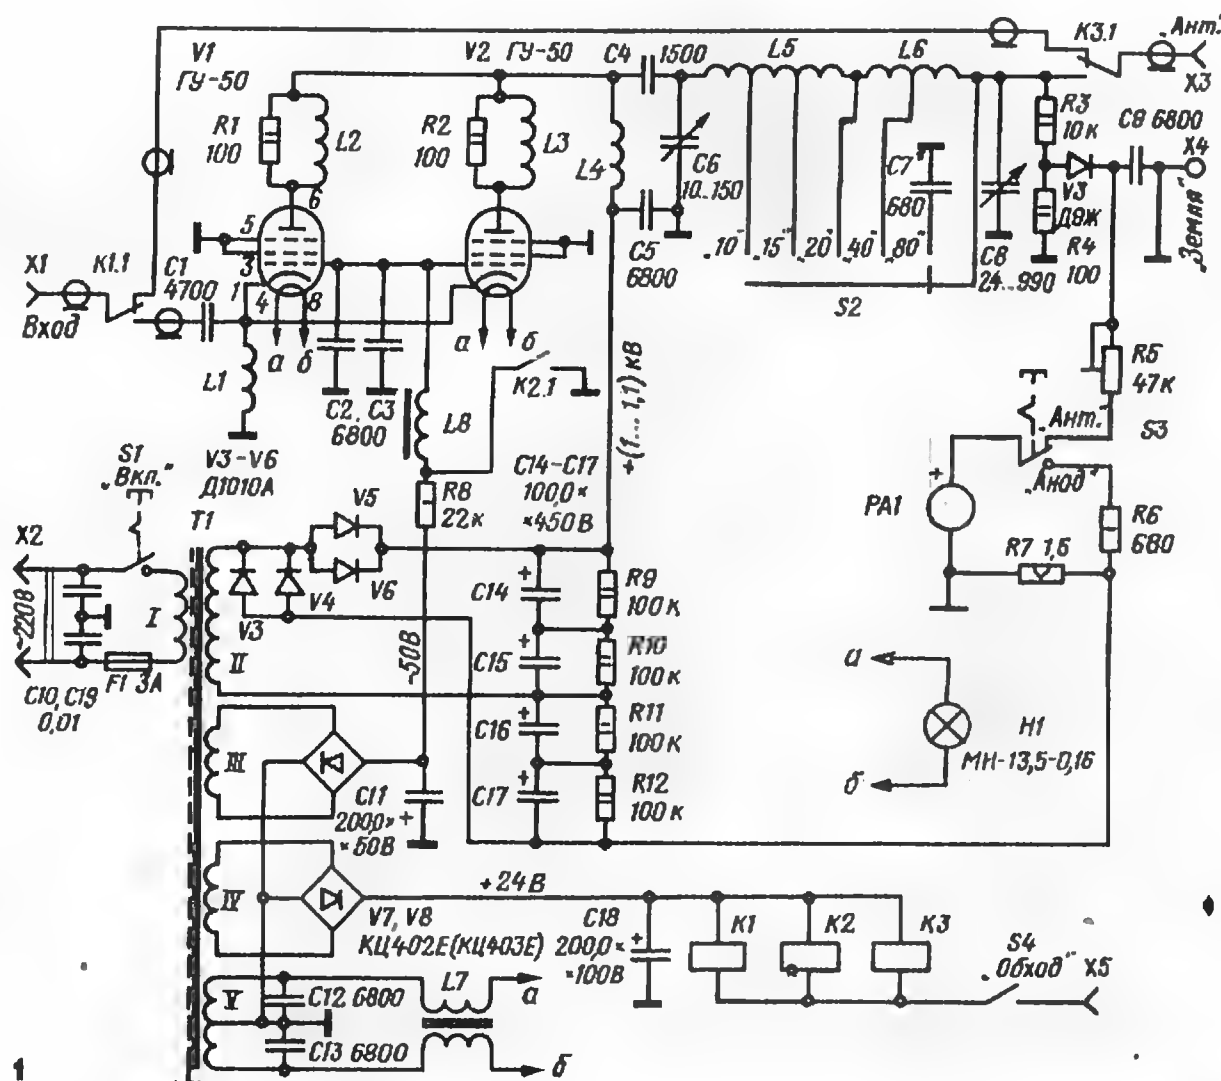

Рис. 1
**Принципиальная схема.** Усилитель мощности содержит один каскад на двух пентодах ГУ-50, включенных по схеме с заземленной сеткой (рис. 1). Входное гнездо X1 усилителя соединяется с выходом трансивера отрезком коаксиального кабеля длиной 0,8...1 м с волновым сопротивлением 75 Ом.